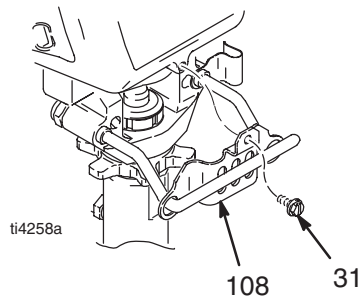

Fig. 8
1. Limpie la bomba (13).
3. Fig. 8. Retire el tornillo (31) y deslice hacia adelante la placa de protección del eje de la bomba (108).
2. Instale el pasador de la bomba (44). Verifique que el muelle de retención (43) está en la ranura de la biela (85).
7. Fig. 8. Instale la placa de protección del eje de la bomba (108) con el tornillo (31).